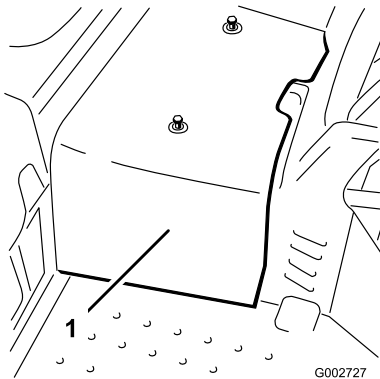

Figura 40
2. Desaperte os 2 parafusos que fixam o resguardo central à máquina e retire o resguardo (Figura 40).